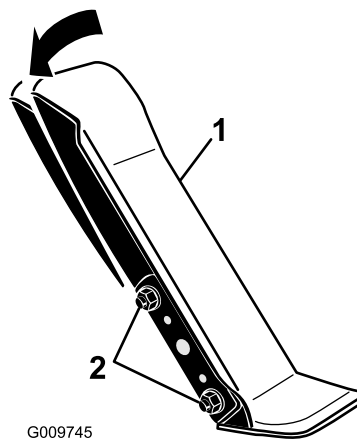

Figure 59
1. Desserrez les 2 écrous et boulons qui fixent le côté gauche de la pédale de déplacement au support (Figure 59).
2. Faites pivoter la pédale à l'angle voulu puis serrez les écrous (Figure 59).